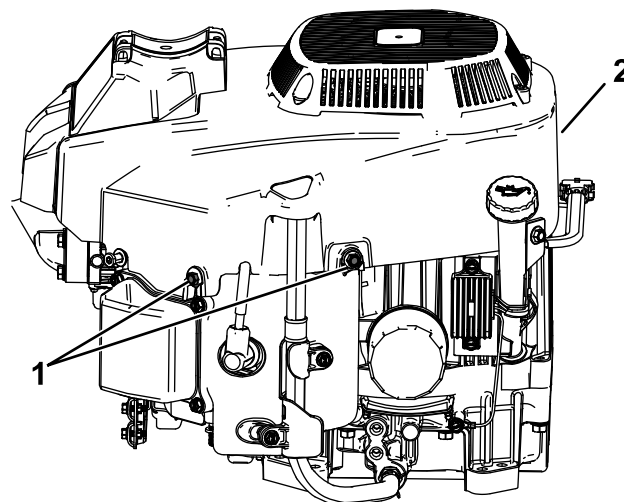

Figura 53
4. Allentate i bulloni e rimuovete l'alloggiamento della ventola (Figura 53).